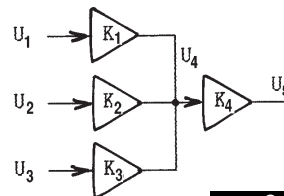
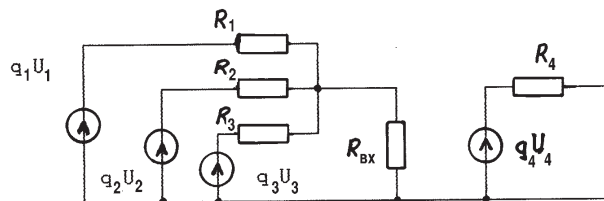

рис. 2
рис. 3
ходных сопротивлениях каскадов. Например, на рис.2 уровень сигнала на входе каскада K4 равен
Пояснить сказанное можно с помощью схемы замещения (рис.3), эквивалентной схеме на рис.2, где $q_i U_i$ - ЭДС эквивалентных генераторов напряжения каскадов
получим формулу (1), а обозначив $q_4 = K_4$ (холостой ход каскада K_4) — формулу (2). Таким образом, коэффициент передачи каскада по напряжению характеризует не только его усилительные свойства, но и зависит от нагрузки на его выходе. Так, если из схемы рис.2 исключить один из каскадов, то коэффициенты передачи оставшихся изменятся. Собственно усилительные свойства характеризуются коэффициентами q_i .
Если один из каскадов, например K_1 (рис.2), является внешним по отношению к остальной части устройства, и его характеристики нас не интересуют, а важен лишь сигнал, поступающий от него на вход K_4 , то, обозначая этот сигнал как E_c , выражение (1) можно переписать в виде